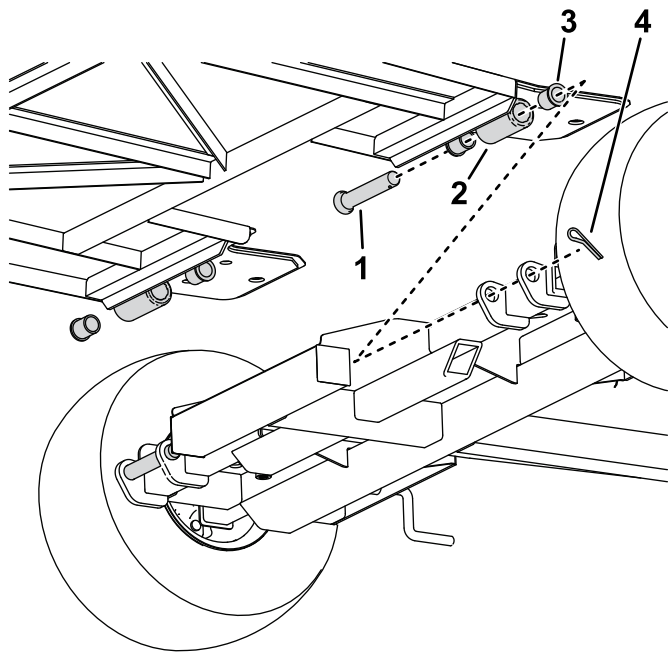

Figura 4
4. Montate la rampa sul telaio utilizzando i perni della rampa e le coppiglie come mostrato nella Figura 4.